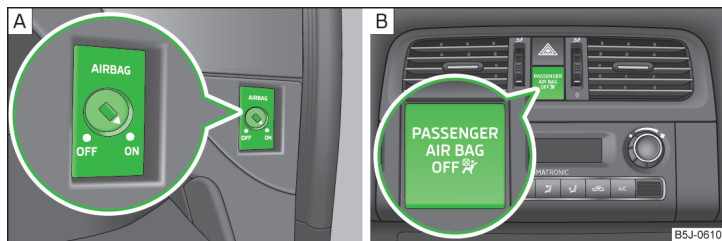

Fig. 12 Interruttore a chiave per airbag frontale lato passeggero/spia di controllo per airbag frontale lato passeggero
- La spia di controllo **OFF**  » **fig. 12 a pagina 21** - **[B]** si accende all'inserimento dell'accensione.
- Ruotare attentamente con la chiave la fessura dell'interruttore a chiave, portandola in posizione **OFF** » **fig. 12 - [A]**.
- Verificare se, ad accensione inserita, la spia di controllo **OFF**  sotto la scritta **PASSENGER AIR BAG** » **fig. 12 - [B]** si accende.
- Ruotare attentamente con la chiave la fessura dell'interruttore a chiave, portandola in posizione **ON** » **fig. 12 - [A]**.
- Verificare se, ad accensione inserita, la spia di controllo **OFF**  sotto la scritta **PASSENGER AIR BAG** » **fig. 12 - [B]** non si accende.